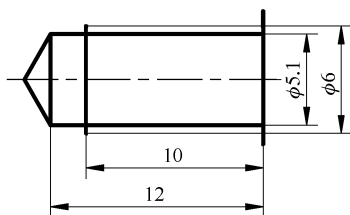

图 11-4 螺纹孔 M6 尺寸
Step 9 绘制轴左端螺纹孔 M6：分别切换“轮廓-粗实线”、“轮廓-细实线”图层。调用“直线”、“复制”、“偏移”、“修剪”等命令，绘制主视图轴左端螺纹孔 M6 轮廓线。螺纹孔 M6 尺寸如图 11-4 所示。